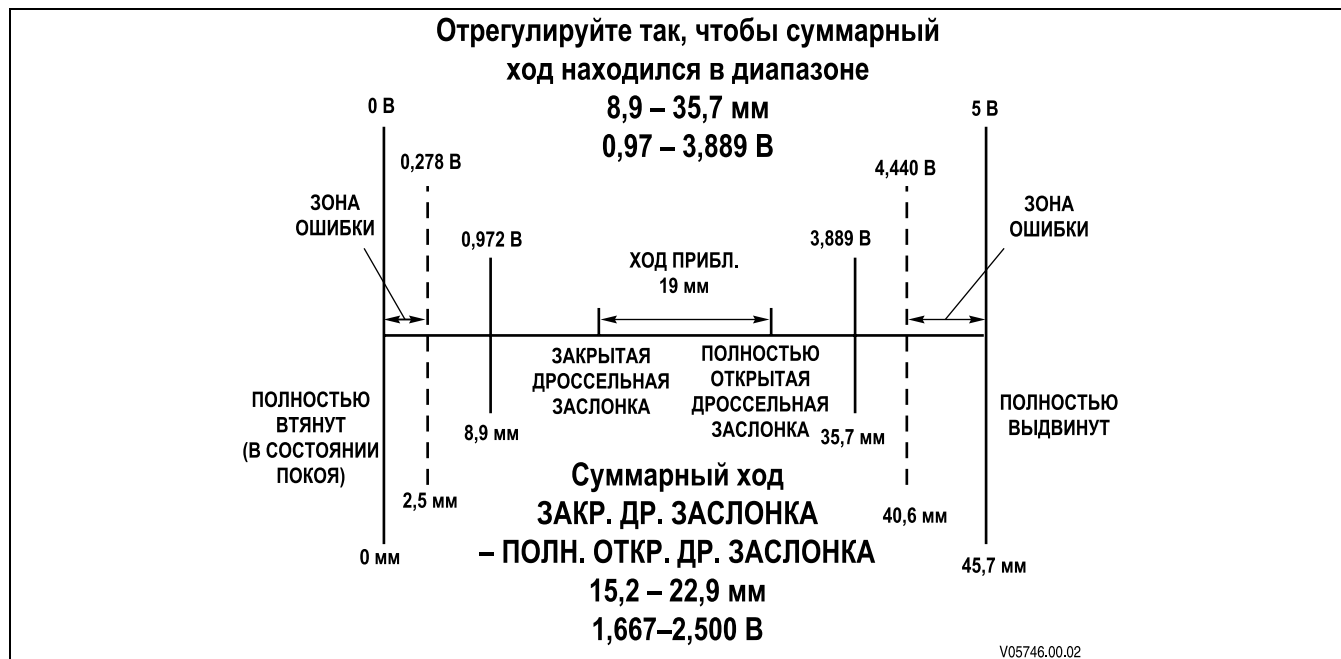
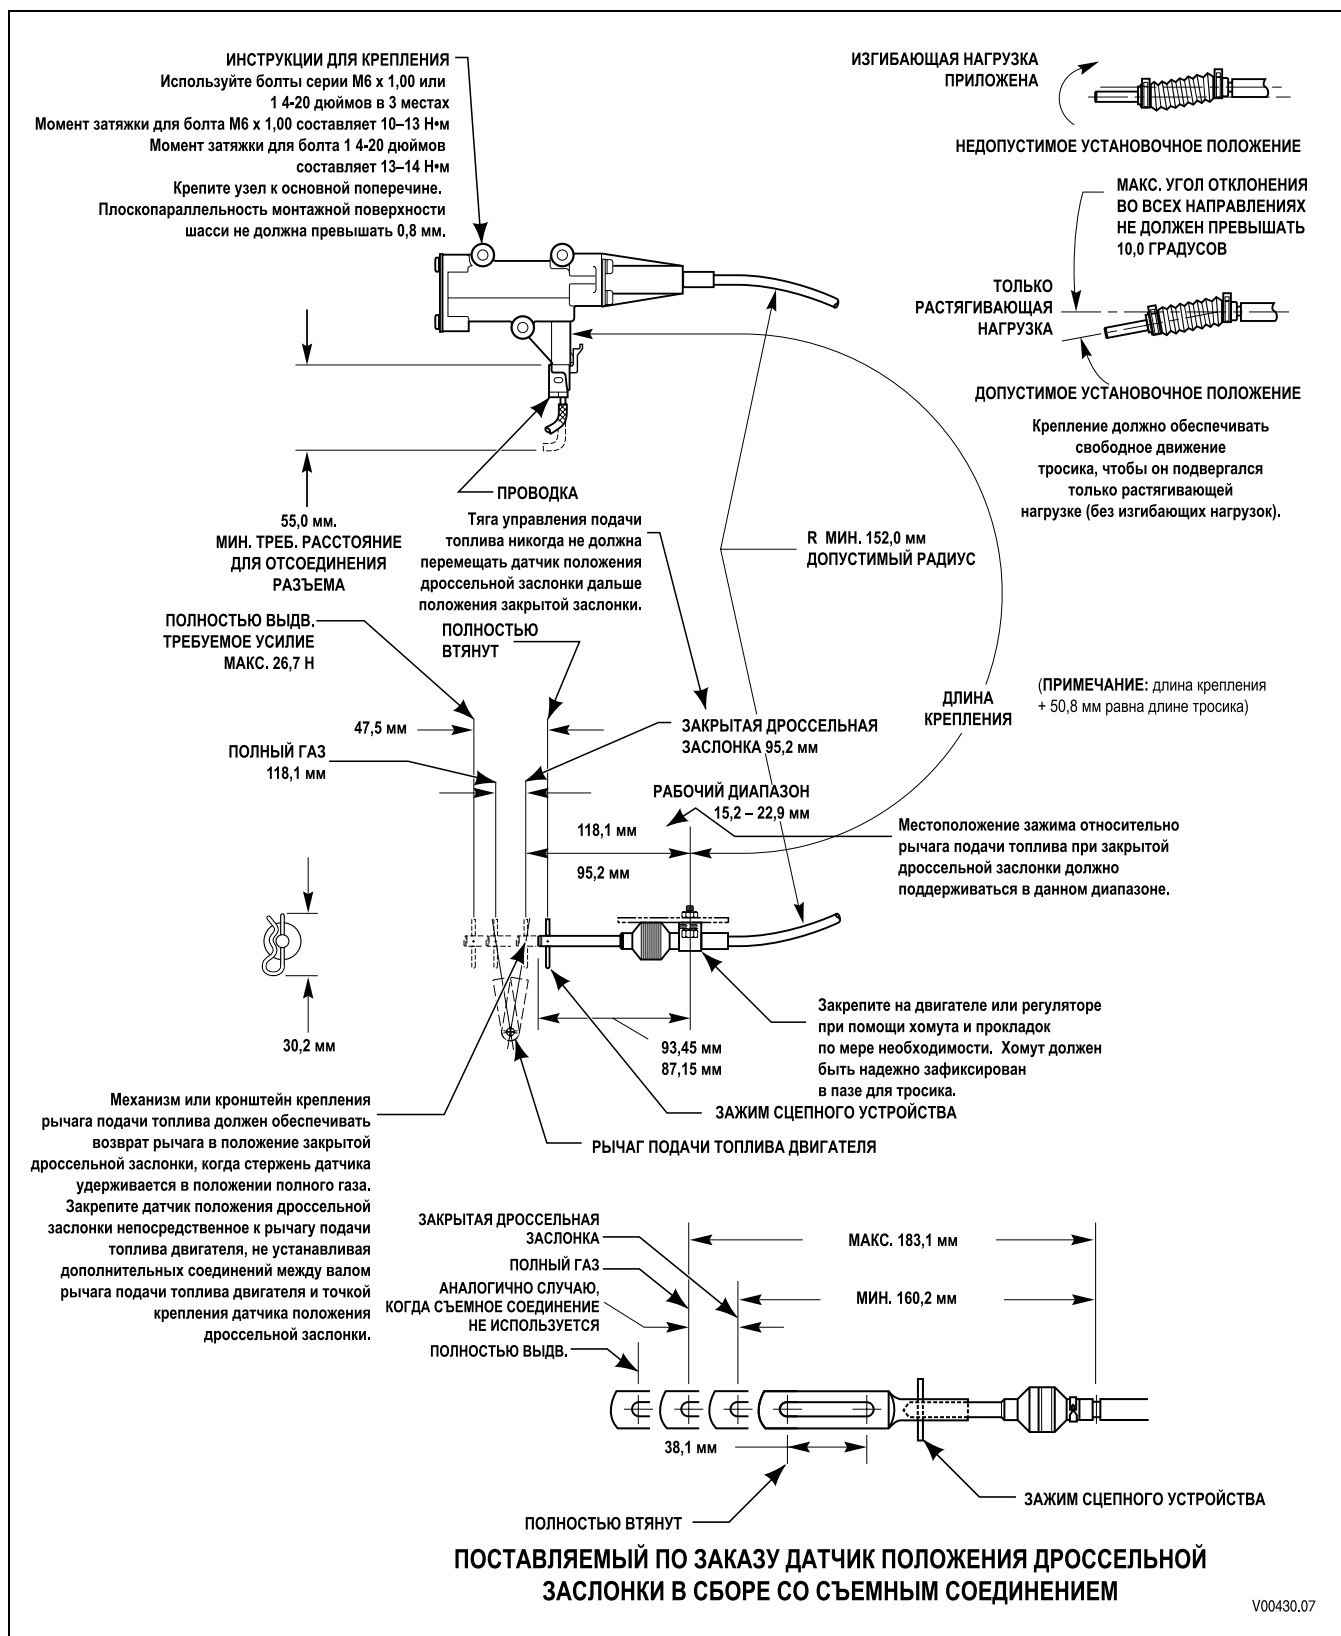

Рис. F-2. Схема определения положения дроссельной заслонки
Рис. F-3. Регулировка датчика положения дроссельной заслонки
2. Каждому положению соответствует определенный сигнал напряжения. В TCM это напряжение преобразуется в процент открытия дроссельной заслонки. Один миллиметр хода датчика соответствует приблизительно 0,110 В. На рис. F-2 изображена зависимость напряжения от положения дроссельной заслонки.
Если установка выполнена производителем (рис. F-3), настройка TPS не требуется. Перед выполнением регулировки датчика положения дроссельной заслонки убедитесь, что он установлен в соответствии с техническими характеристиками, указанными производителем. Положение холостого хода — приблизительно 8,9 мм или 0,97 В или более, положение полностью открытой дроссельной заслонки — приблизительно 35,7 мм или 3,889 В или менее. TPS является самокалибрующимся и поэтому не имеет оптимальных значений закрытого или открытого положения дроссельной заслонки. Если длина хода составляет 8,5–35,7 мм, это означает, что TPS настроен правильно. **Необходимо** поддерживать общую длину хода в пределах 15,2–22,9 мм. Проконтролируйте перемещение TPS во время его полного хода, обеспечиваемого средствами управления. Убедитесь в отсутствии отклонений от оси и помех для полного плавного хода датчика. Убедитесь, что положения холостого хода и полностью открытой дроссельной заслонки не находятся в зоне ошибки (рис. F-2). Зоной ошибки считается положение датчика при закрытой дроссельной заслонке, составляющее менее 2,5 мм, а также более 40,6 мм при полностью открытой дроссельной заслонке. Когда датчик перемещается в зону ошибки, в памяти TCM сохраняется DTC. При регистрации кода TPS TCM устанавливает используемые по умолчанию значения параметров настройки дроссельной заслонки, которые могут отрицательно сказаться на качестве переключения передач.